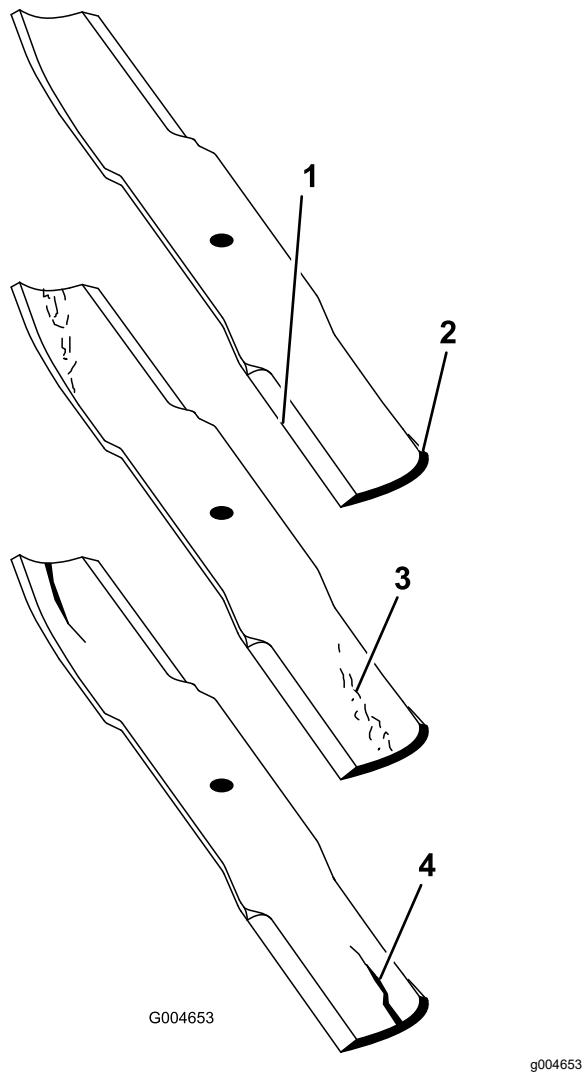

Figura 25
3. Examine cuidadosamente los extremos de corte de la cuchilla, sobre todo en el punto de reunión entre la parte plana y la parte curva de la cuchilla (Figura 25).
Nota: Puesto que la arena y cualquier material abrasivo pueden desgastar el metal que conecta las partes curva y plana de la cuchilla, compruebe la cuchilla antes de utilizar el cortacésped. Si se aprecia desgaste (Figura 25), cambie la cuchilla.